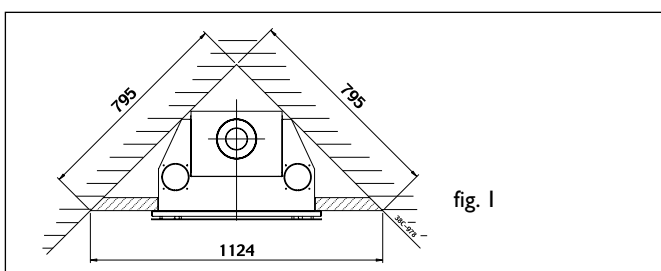

fig. 1
- Caso o comprimento total calculado da tubagem seja de 1 a 12 metros (fig. 1, 2 e 3):